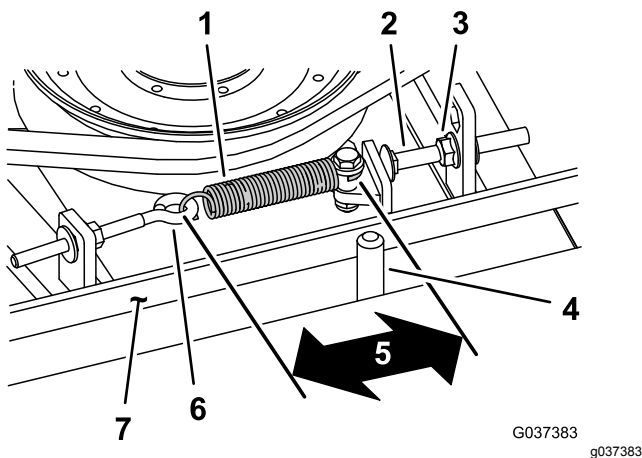

Figura 77
Quando a tensão estiver correta, a medida interior da mola de extensão (gancho a gancho) deverá ser de cerca de 8,3 cm a 9,5 cm. Logo que se obtenha a tensão correta da mola, ajuste o pino de fecho (parafuso da carroçaria) até haver uma folga aproximada de 2 a 5 mm entre a cabeça do parafuso e o braço intermédio (Figura 77).
Nota: Certifique-se de que correia está colocada no lado da mola do guia da correia (Figura 77).
2. Desaperte o parafuso com olhal permitindo a remoção da mola de extensão (Figura 77).
3. Desaperte a porca flangeada que prende o pino de fecho à patilha de montagem e afaste a polia intermédia da correia para libertar a tensão da correia (Figura 77).
9. Ligue a mola de extensão (Figura 77) ao parafuso de olhal e aplique a tensão na correia como se segue: